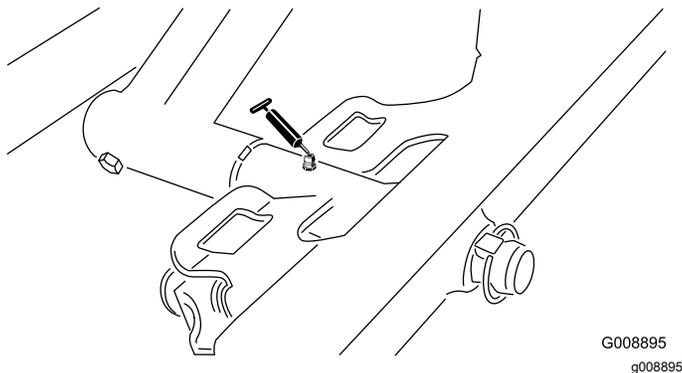

Bild 46
- Drehbüchsen am Frontmähwerk (Bild 46)